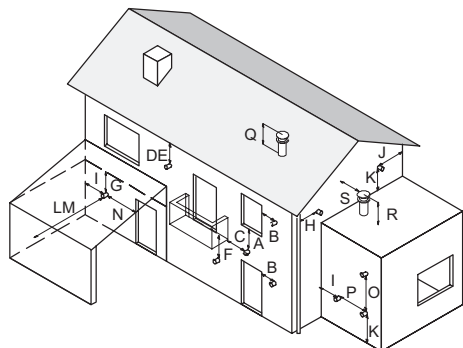

Figura 5.13
- rispettare le distanze minime di Figura 5.13 ed eventuali norme nazionali e locali vigenti.